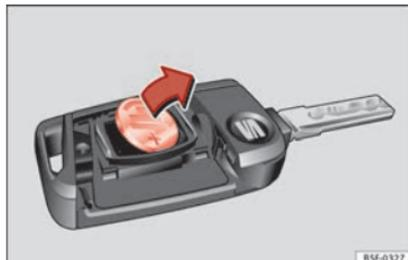

Abb. 133 Fahrzeugschlüssel: Batterie herausnehmen.
- Batterie mit einem geeigneten dünnen Gegenstand aus dem Batteriefach heraushebeln **» Abb. 133**.
- Neue Batterie wie gezeigt ansetzen **» Abb. 133** und entgegen der Pfeilrichtung in das Batteriefach drücken **» ①**.